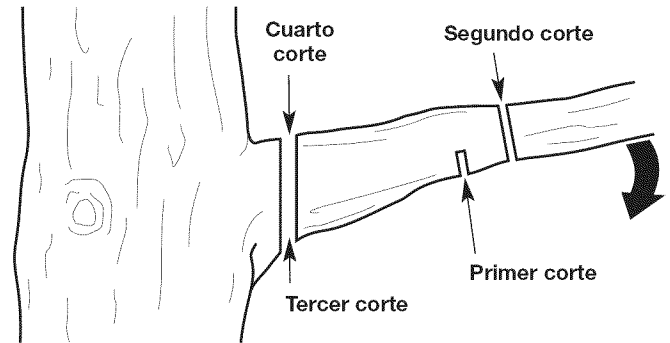

Fig. 22
1. Realice el primer corte aproximadamente a 6 pulgadas (15 cm) del tronco del árbol. Corte hacia arriba, desde la parte de abajo de la rama. Use la parte superior de la barra de guía para hacer este corte. Corte hasta un tercio del diámetro de la rama (Fig. 22).
2. Haga el segundo corte de 2 a 4 pulgadas (5 - 10 cm) más afuera en la rama. Corte hacia abajo, desde la parte de arriba de la rama. Use la parte inferior de la barra de guía para hacer este corte. Corte atravesando totalmente la rama (Fig. 22).
3. Haga el tercer corte lo más cerca posible del tronco del árbol. Corte hacia arriba, desde la parte de abajo del muñón de la rama. Use la parte superior de la barra de guía para hacer este corte. Corte hasta un tercio del diámetro de la rama (Fig. 22).
4. Realice el cuarto corte directamente encima del tercero. Corte hacia abajo, desde la parte de arriba del muñón de la rama. Use la parte inferior de la barra de guía para hacer este corte. Corte atravesando totalmente el muñón de la rama hasta alcanzar el tercer corte (Fig. 22). Así se retira el muñón de rama.